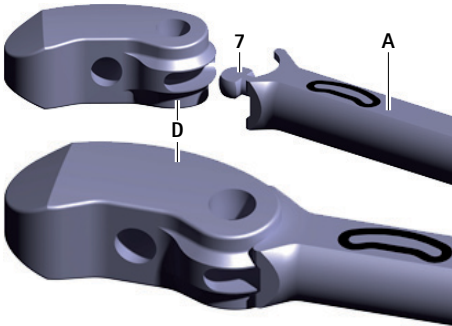

Abb. 2 Probeimplantat an Einsetzinstrument koppeln
- ▶ Probeimplantat **D** an Zweiflach **7** des Einsetzstruments **A** koppeln, siehe Abb. 2. Dabei auf Ausrichtung des Probeimplantats achten (Orientierung anhand der Beschriftung am Einsetzinstrument).